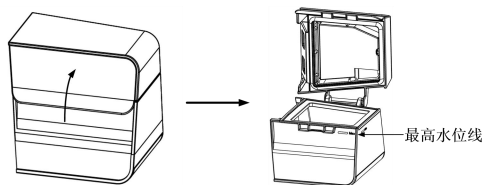
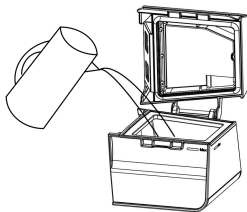

图 4-2
图 4-3
(2) **注水。**首先打开水罐的盖子，如图 4-2 所示；然后往罐内注水，加水量约为 360 mL，不要超过最高水位线，如图 4-3 所示。